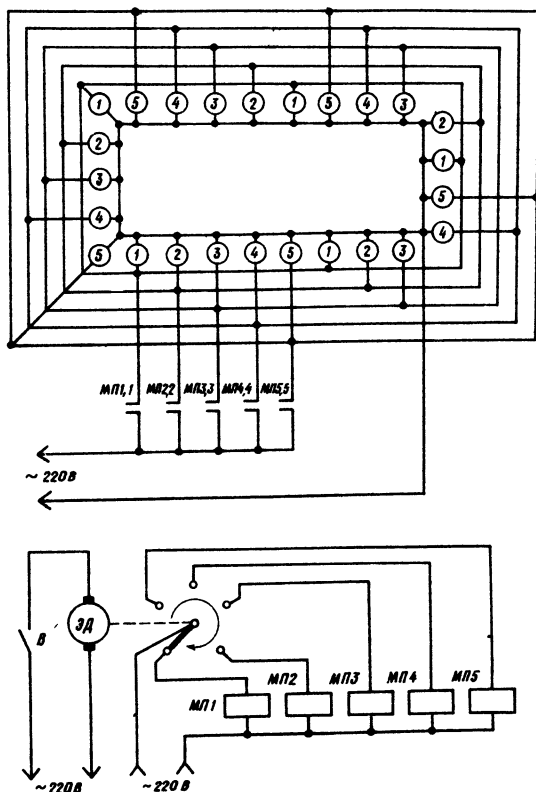

Рис. 34. Схема мигающей системы, содержащей пять позиций
*Первая схема.* Реклама выполнена в виде деревянной рамы, на которой укреплены патроны Е-27, и имеет пять разных мигающих позиций. Схема (рис. 34) состоит из пяти пускателей МП1—МП5, рассчитанных на токи коммутации до 25 А, и электродвигателя типа ЭД-1